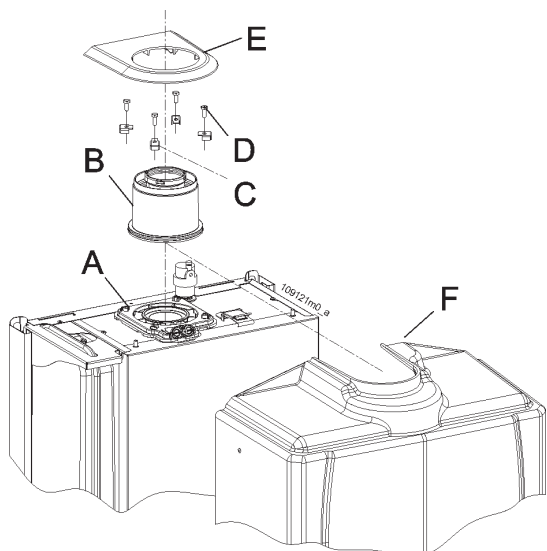

Figura 5-23 - Installazione del sistema coassiale
Per collegare l'apparecchio ad un sistema "Coassiale 60/100PP" occorre richiedere l'apposito kit ed installarlo come in figura 5-23.
- 5.- applicare la guarnizione "E" come indicato in figura 5-23;